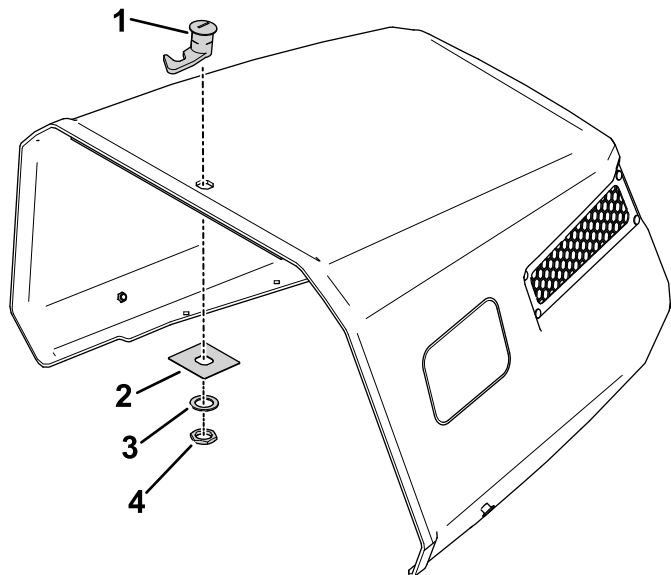

**Bild 51**
2. Verwenden Sie die Riegelhalterung als Vorlage, markieren und bohren Sie 2 Löcher ( $\frac{3}{16}$ "-Bohrer) in einen zentrierten Bereich der Akkuabdeckung (Bild 51).